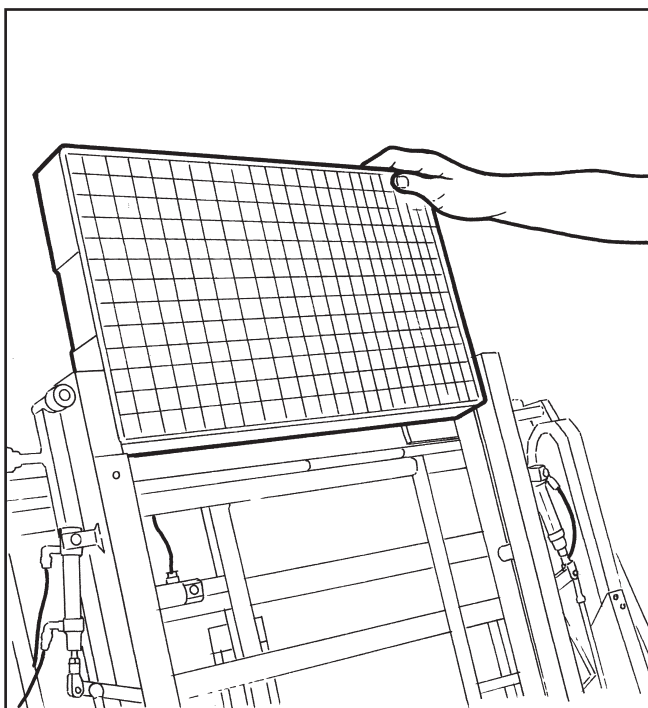

Fig. 1
- Monter sur le marchepied à l'aide de l'échelle prévue à cet effet et appuyer sur le bouton poussoir **START (6)** du chargeur (ou chargeurs).
- 30 secondes après le **START**, le chariot de l'élément se place en haut pour recevoir le plateau, insérer le plateau comme indiqué **(Fig. 1)** et l'accompagner vers le bas **(Fig. 2)** jusqu'à activer, au moyen des arrêts prévus à cet effet, le cycle de chargement.